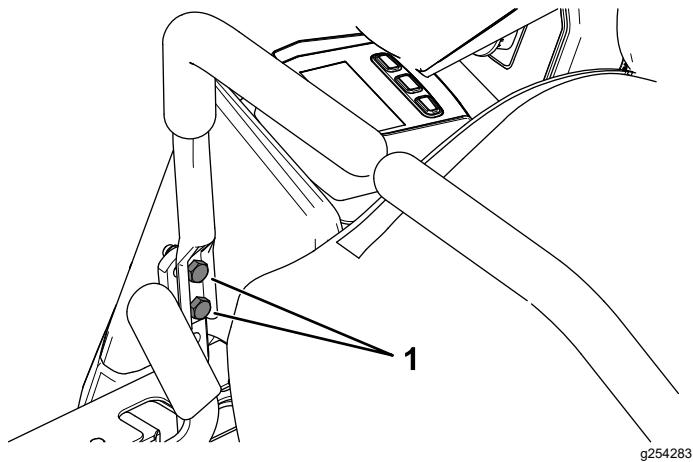

Figure 53
10. Si l'alignement doit être corrigé d'un côté, desserrez les 2 boulons de fixation du levier de commande de déplacement du côté concerné (Figure 53).
12. Resserrez les 2 boulons de fixation du levier de commande de déplacement (Figure 53).